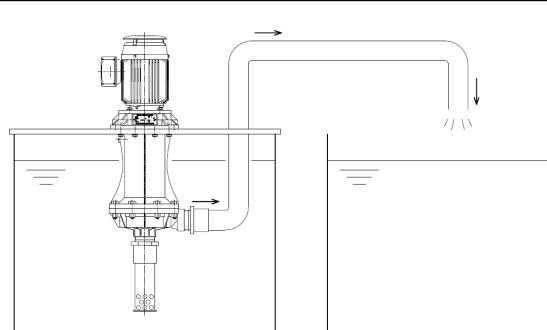

図 5-6
- (1) 流量調整バルブは、必ず吐出側配管に取付けてください。吐出側配管には、かならずチャッキバルブを取付けてください。
- (2) サイフォン現象を起こさないように、吐出管をポンプを中心より高くしてください。(図 5-6)